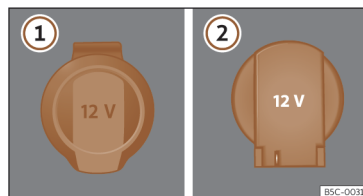

Fig. 143 Toma de corriente de 12 voltios: ① en el interior del reposabrazos delantero, ② en el maletero.
- Eleve la tapa de la toma de corriente >>> **fig. 143 ①**.
- Eleve la tapa de la toma de corriente >>> **fig. 143 ②**.